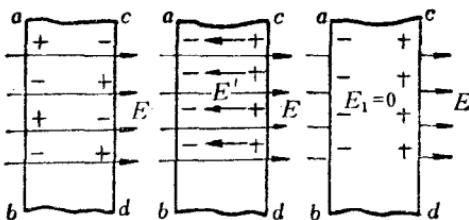

图2 电场中的导体静电感应现象
7. 静电感应——如果把导体放到电场中, 导体内的自由电子受到电场力的作用, 就向着和电场相反的方向移动。如图2所示, 导体的 $ab$ 面显示出带负电, 导体的 $cd$ 面显示出带等量的正电。这种导体内的电荷因受外电场作用而重新分布的现象叫做静电感应。